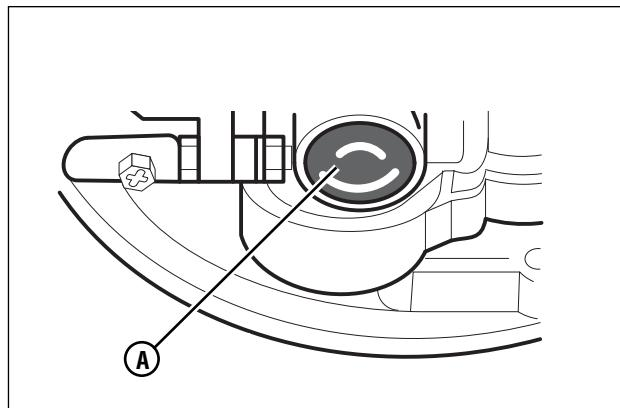

Figura 13: El botón cebador del motor
5. El botón cebador (A, Figura 13) está al lado del motor. Oprima el botón cebador. Cada vez que usted oprime el botón cebador, espere dos segundos. Para averiguar el número de veces que se requiere oprimir el botón cebador, vea las instrucciones del fabricante del motor.